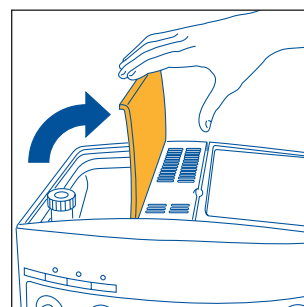

Fig. 2
- Luk låget til beholderen til kaffebønner op (fig.2).